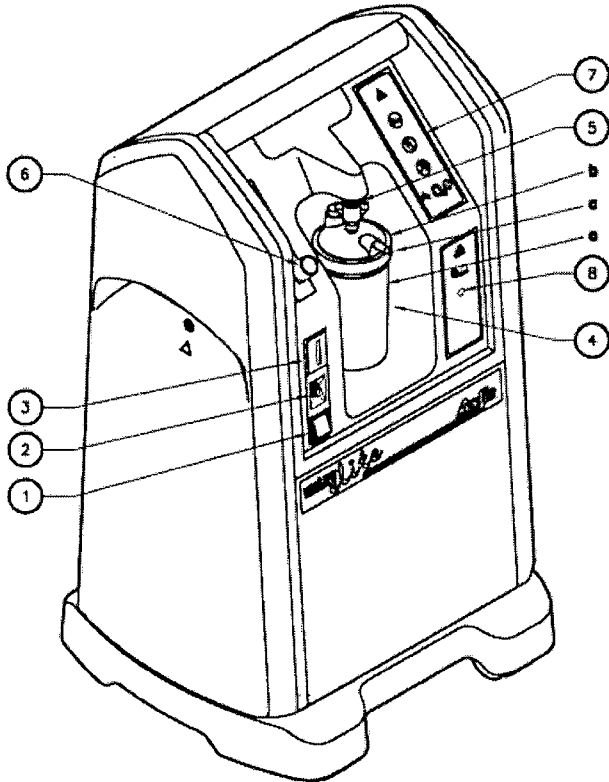

Fig. I.1
I. 1. Parte delantera (fig. I.1)